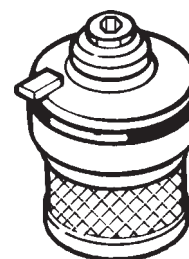

Fig. V-7a
2.4.1 Place new filter element onto cover (Fig. V-7a).
2.4.1 Fissare il nuovo filtro al rispettivo coperchio (fig. V-7a).
2.4.1 Installer le nouvel élément filtrant sur le couvercle (fig. V-7a).
2.4.1 Fijar un filtro nuevo en la respectiva tapa (Fig. V-7a).
2.4.1 Neues Filterelement auf das Filtergehäuse stecken (Bild V-7a).